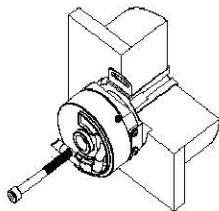

图 C-2
2. 将编码器推入曳引机的定位孔中，让锥轴与锥孔紧密吻合，将 M5x50 的内六角螺钉穿入锥轴的中心孔与曳引机锥孔紧固，紧固力矩要求在 5-5.5Nm，确保锥轴与锥孔同心，见图 C-2；